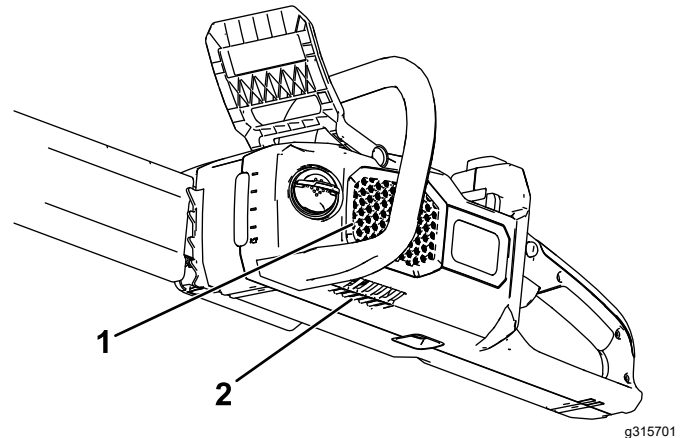

Figure 8
1. Assurez-vous que les événements sur la tronçonneuse sont exempts de poussière et de débris (Figure 8).